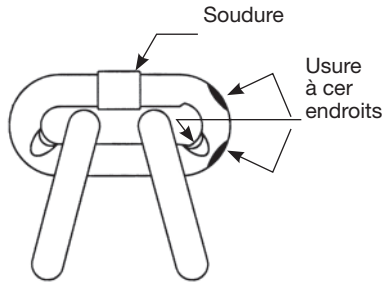

Figure 6 - Inspection de la chaîne
- La chaîne pour détecter une élévation ou une usure excessive (Voir les Figures 6 et 7 à page 7).